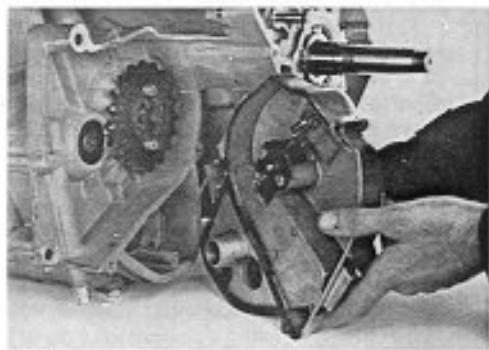

Fig. 144
- Rimuovere il coperchio del pignone dopo avere tolto le quattro viti che lo fissano al basamento (Attenzione: una delle viti si trova all'interno dell'alloggiamento del selettori) (Fig. 144). Fare attenzione a non perdere la sfera del dispositivo comando frizione allorché si rimuove il coperchio (Fig. 145).
- Undo the four screws and remove the sprocket cover (Warning: one of the four screw is located inside the selector assembly housing) (Fig. 144). Be careful not to lose the ball of the clutch operating mechanism when the cover is removed (Fig. 145).